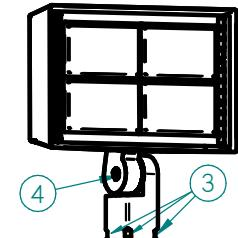

Fig. 2
**Monture d'articulation (Fig. 2):**
•Montez le luminaire sur un tenon de 2 3/8", serrez 4 vis de réglage et fixez-le au tenon avec un écrou et un boulon (article 3, fig. 2).
•Desserrez le boulon à l'intérieur de la genouillère suffisamment pour pouvoir ajuster la fixation. Une fois que la fixation est dirigée vers la cible souhaitée, serrez le boulon (pos. 4 fig. 2).